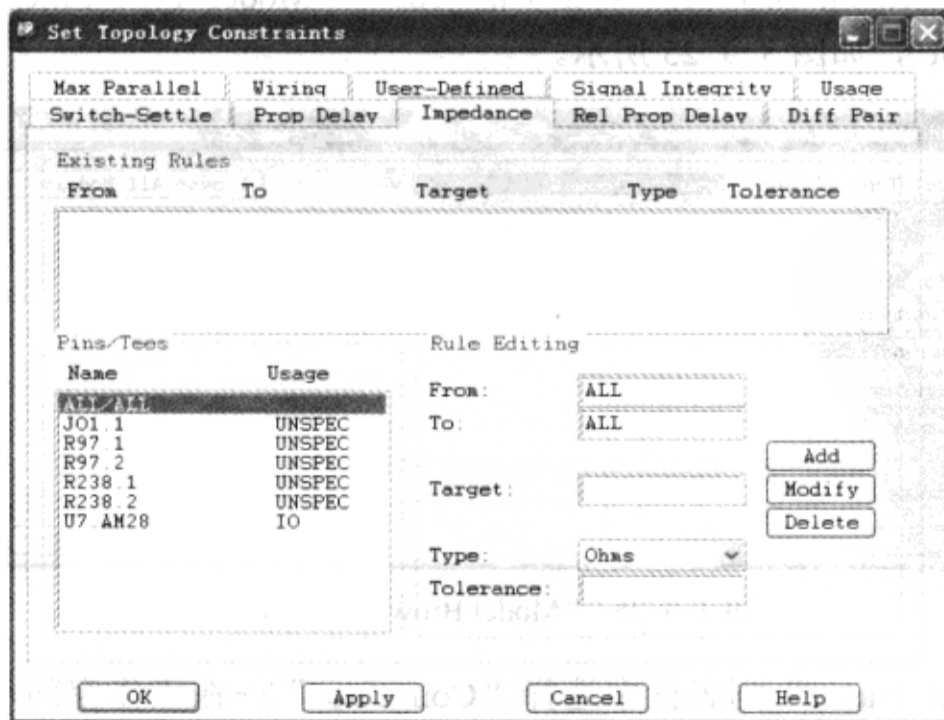

图 3-9-28 设置阻抗约束
(1) 执行菜单命令“Setup”→“Constraints...”，在弹出的“Set Topology Constraints”窗口中选中“Impedance”标签页→从“Pins/Tees”列表选择“ALL/ALL”。“From”区域现在显示“ALL”，“To”区域现在显示“ALL”，如图 3-9-28 所示。